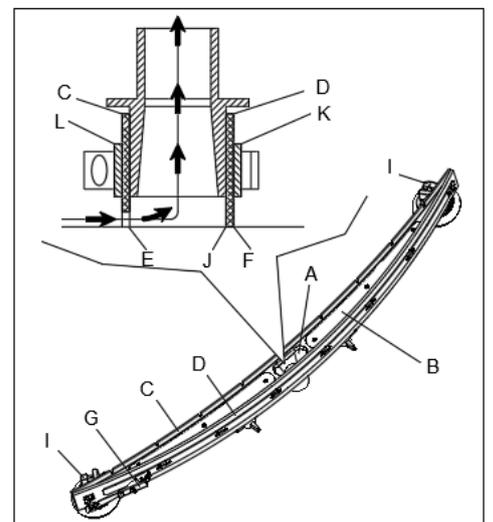

图 18
1. 检查前刮条（C，图18）的边和后刮条（D，图18）的边，它们应该处于同一水平线上。否则通过以下的步骤调整它们的高度。
- 旋松手柄（I，图18）以调节前刮条（C，图18）；调好后锁紧手柄螺钉。
- 松开搭扣（G，图18），使压条从固定架上脱离，取下夹条（K，图18），
然后更换或上下颠倒后刮条（D，图18）。按照与拆下相反的顺序安装好后刮条。
- 旋松手柄（I，图18）并取下前夹条（L，图18），然后更换或上下颠倒前刮条（C，图18）。按照与拆下相反的顺序安装好前刮条。
- 3. 将吸力管（A，图18）连接到水刮上。
- 4. 安装水刮（B，图18），拧紧水刮把手（C，图18）。